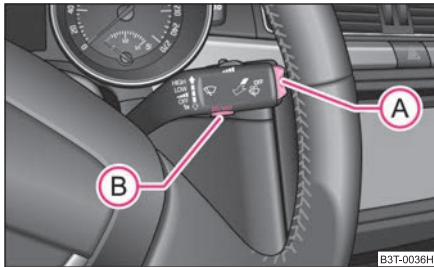

Abb. 12 Informationsdisplay: Bedienelemente am Scheibenwischerhebel
- Das **MAIN MENU (HAUPTMENÜ)** aktivieren Sie durch Drücken der Wipptaste **(A)** ⇒ Abb. 12 länger als 1 Sekunde.